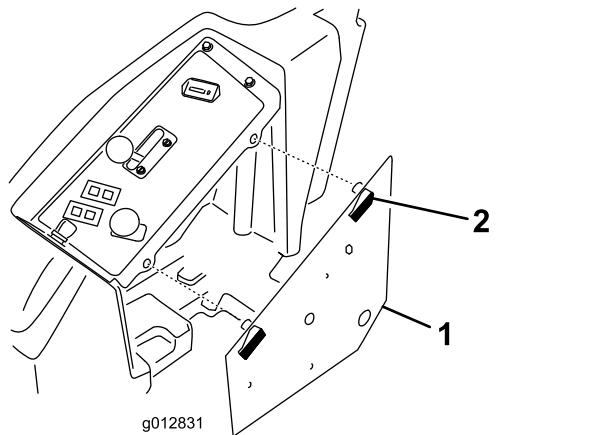

Рисунок 22
4. Освободите защелки крышки панели управления и снимите крышку (Рисунок 22).
6. Освободите защелки крышки панели управления и снимите крышку (Рисунок 22).